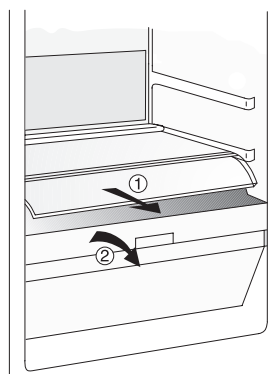

Fig. 2
2. Rimuovere il comparto (Vedi **Fig. 2**)